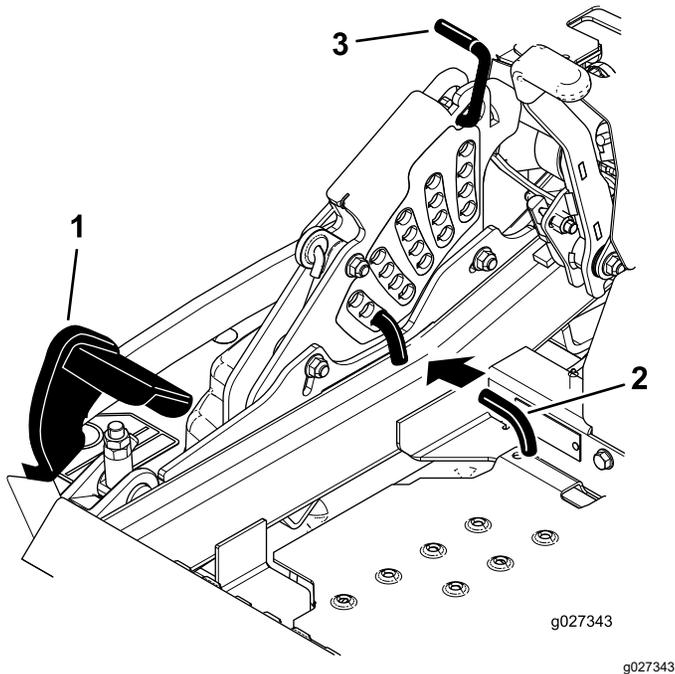

Рисунок 30
2. Нажмите на педаль подъема деки ногой и поднимите деку газонокосилки в фиксированное транспортное положение (также соответствующее положению высоты скашивания 140 мм), как показано на Рисунок 30.
3. Для выполнения регулировки высоты скашивания поверните штифт на 90 градусов и извлеките его из кронштейна высоты скашивания (Рисунок 30).
4. Выберите отверстие в кронштейне высоты скашивания, соответствующее требуемой высоте скашивания, и вставьте штифт (Рисунок 30).